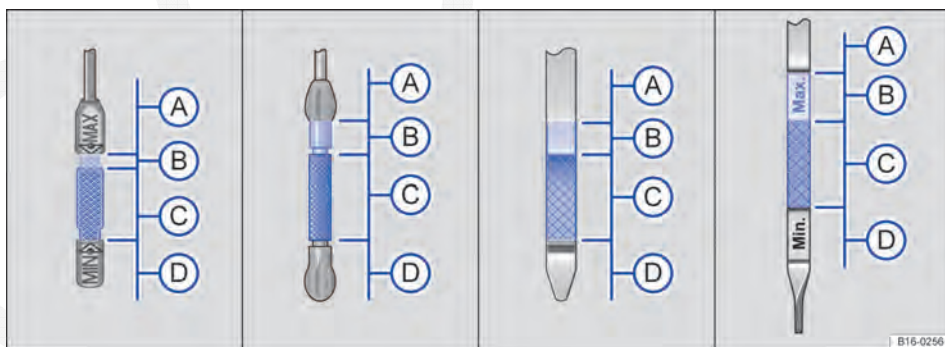

Fig. 204 Vareta de medição do óleo com marcas de nível do óleo do motor (variantes).
7. Retirar novamente a vareta de medição do óleo do motor e ler o nível no óleo do motor na vareta de medição ⇒ Fig. 204 da seguinte maneira:
- (A): **não dar a partida** no motor ⇒ (1). Procurar auxílio técnico especializado.
- (B): **não** reabastecer com óleo ⇒ (1). Continuar com a etapa 15.
- (C): o óleo pode ser reabastecido dependendo do nível de óleo do motor. Continuar com a etapa 8 ou 15.
- (D): reabastecer óleo **sem falta** Continuar com a etapa 8.
13. Ao final do processo de reabastecimento, o nível do óleo do motor deve se situar no mínimo no meio da área ⇒ Fig. 204 (C). Ele não deve ficar acima de (C), na área (B) e jamais deve ficar na área (A) ⇒ (D).
- Não ligar o motor se o nível do óleo do motor estiver na área ⇒ Fig. 204 (A). Procurar auxílio técnico especializado. Caso contrário, o catalisador e o motor podem ser danificados!
O nível do óleo do motor não deve, em nenhuma hipótese, se situar na área ⇒ Fig. 204 (A). Caso contrário, o óleo pode ser aspirado pela ventilação do cárter e chegar à atmosfera por meio do sistema de escape. ◀
Em caso de alta demanda do motor, o nível do óleo do motor deve estar na área permitida ⇒ Fig. 204 (C), como, por exemplo, em longas conduções por estradas durante o verão, na condução com reboque ou durante travessias de montanhas. ▶